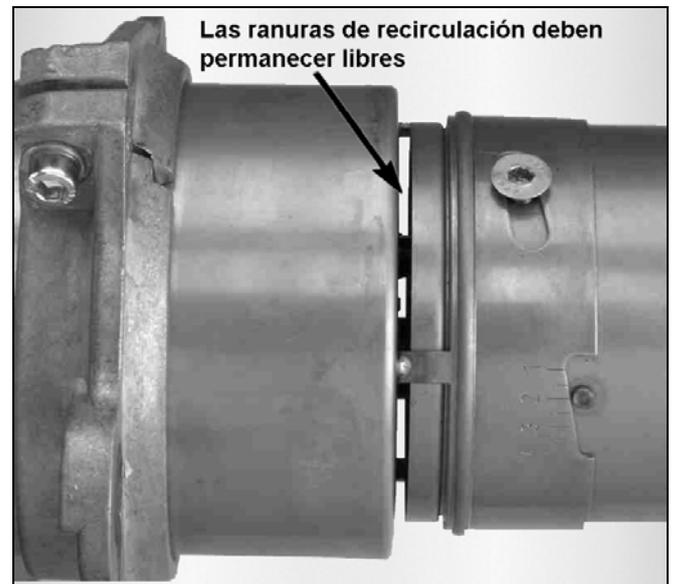
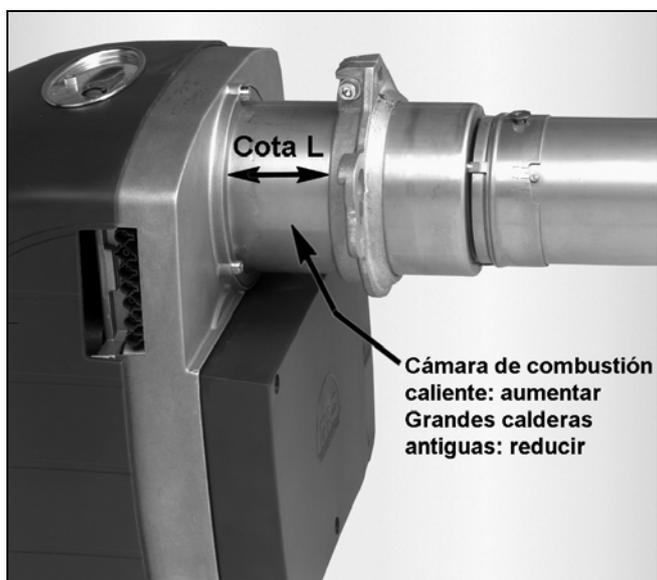

Fig. 10: Recirculación RE 1H / RE 1HK
Fig. 11: Recirculación y brida tubo quemador RE 1H / RE 1HK, ajuste de fábrica L = 30 mm
- > Adaptación a la profundidad del hogar (cota L, ver Fig. 11)
Al montar el quemador hay que comprobar que las **ranuras de recirculación** (ver Fig. 10 y Fig. 11) en el tubo del quemador no estén tapadas por el revestimiento de la puerta.
Con "cámaras de combustión calientes" y cámaras de combustión muy cortas, retirar el quemador del hogar. Pero es necesario comprobar que las ranuras de recirculación permanezcan libres (ver Fig. 11). Como en estas calderas hay temperaturas muy elevadas, evitar una afectación excesiva de la temperatura sobre el tubo de apoyo. De lo contrario podrían surgir problemas, entre otros en forma de boquillas del gasóleo craqueadas, sedimentaciones del gasóleo en todo el quemador, incluyendo la caja de aspiración, QRCs sucios, cables de encendido quemados, etc.